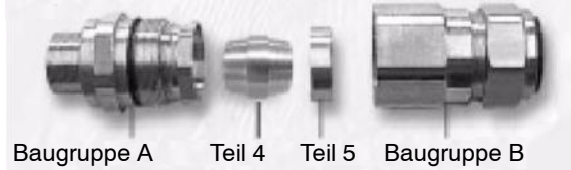

Bild 2
3. Die abzuisolierende Länge des Innenkabels bestimmen (Distanz zwischen Sockel der Kabelverschraubung und Klemmenleiste der AMTROBOX R): Auf dieser Länge den Außenmantel und gegebenenfalls das Metallgeflecht entfernen. (Anmerkung: Beim Schneiden des Metallgeflechtes auf keinen Fall den Kabelinnenmantel beschädigen). Das Metallgeflecht freilegen, damit es Kontakt mit dem umkehrbaren Konus hat (Teil 4, siehe Abbildung 2).